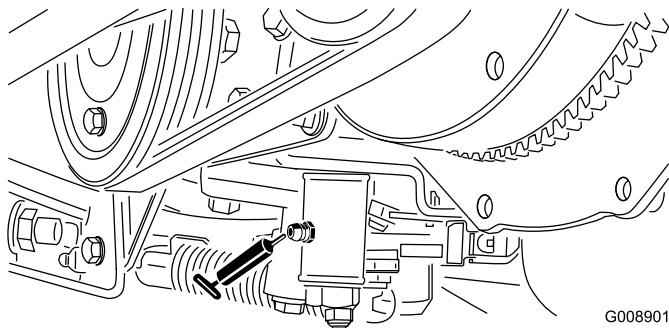

Bild 52
- LeerlaufEinstellung (Bild 52)